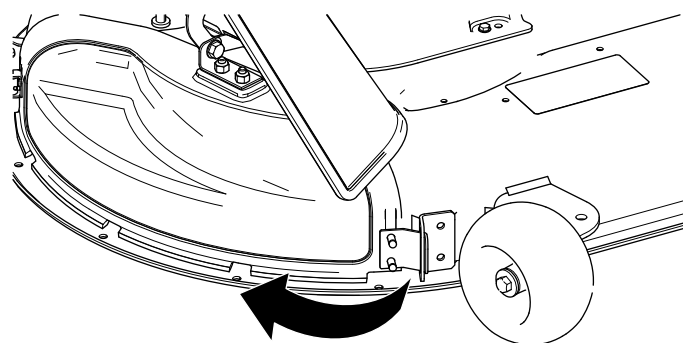

図 14
4. 排出口カバーをデッキの方へ回転させてデッキの排出口を覆うようにする図 14。